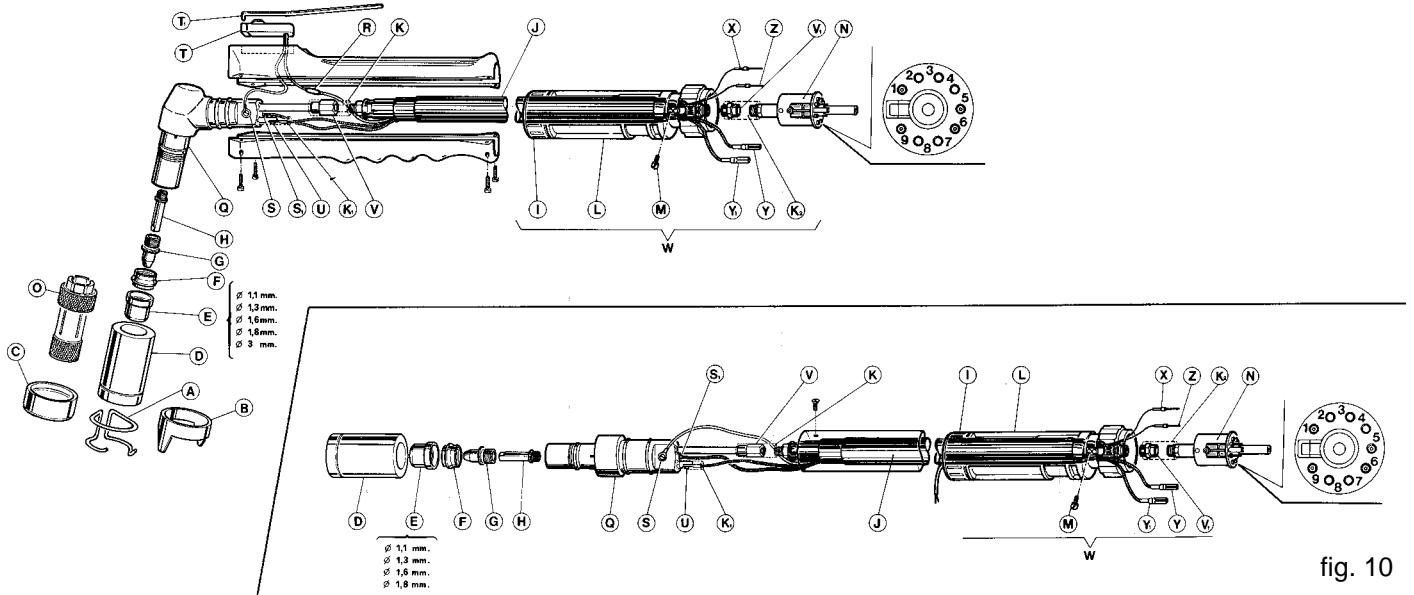

fig. 10
5 MAINTENANCE DE LA TORCHE (FIG. 10)
**ATTENTION: Ne jamais visser le porte-buse D (se reporter à la figure 10) sur le corps de la torche Q sans avoir auparavant démonté les pièces d'usure: électrode G, diffuseur F et buse E.**